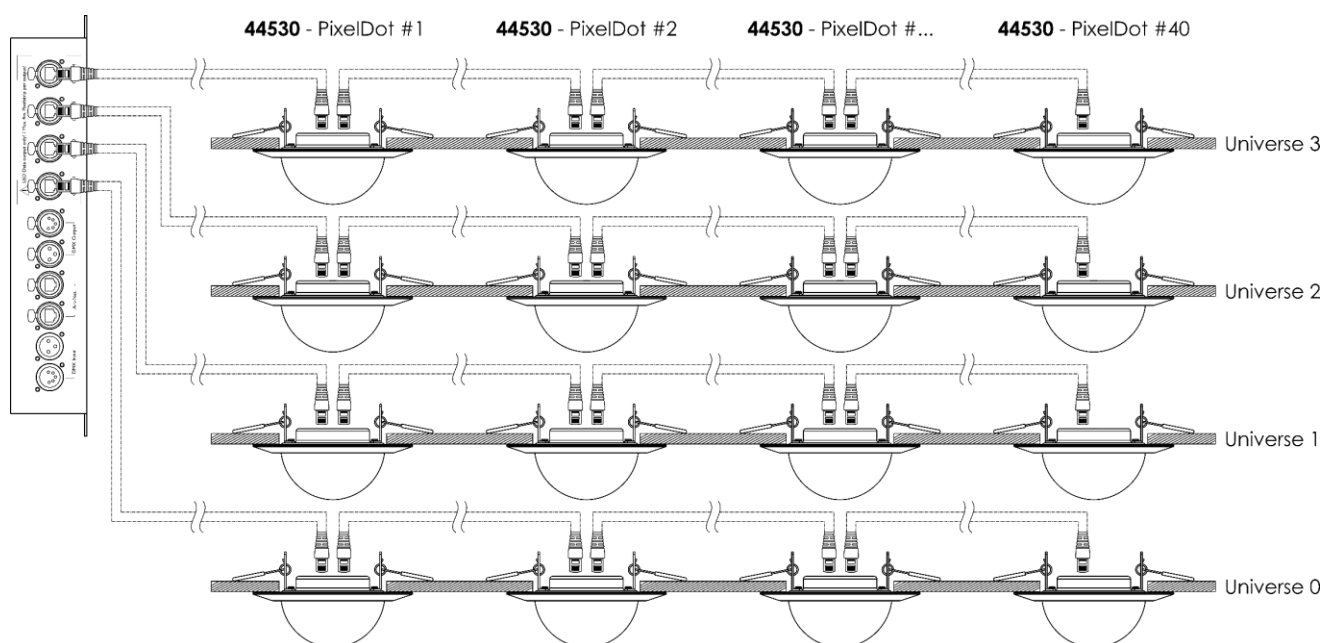

Abb. 07
Verbinden Sie einen Ausgang des Pixel Controllers über ein CAT-Kabel (max. 10 m) mit dem **RJ45-Eingang (03)** des Pixeltubes. Weitere Informationen über den Anschluss der Stromversorgung finden Sie in Abb. 07 auf Seite 10 und in der Bedienungsanleitung des Pixel Controllers (44510).
- 04) Wiederholen Sie Schritt 3, um bis zu 40 Pixel Dots pro Ausgang anzuschließen, siehe Abb. 07 auf Seite 10.